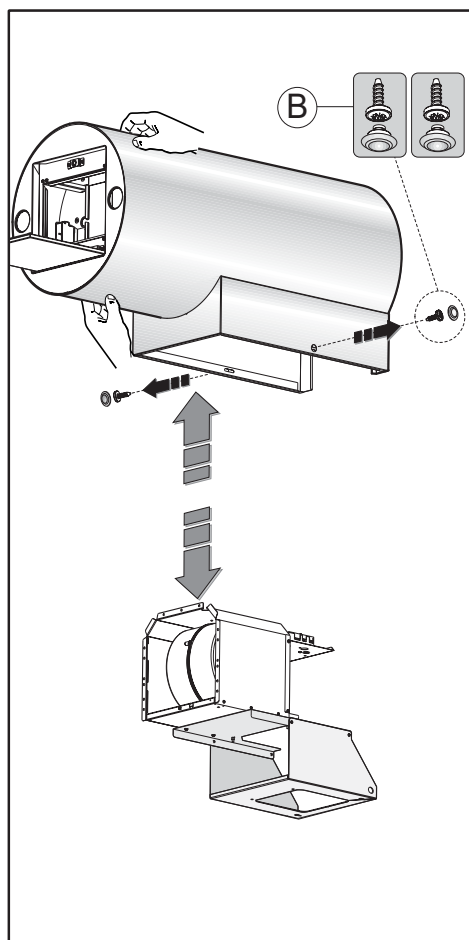

Fig.4
- Séparez la hotte de la structure, retirez les bouchons puis les vis **B** comme illustré fig. 4.